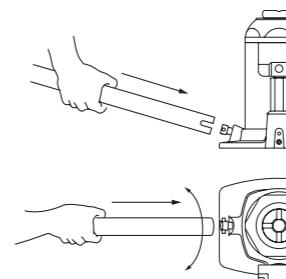

Fig.6
pomphendel bij de bediening van de ontlassingsschroef (Fig. 6). Draai totdat de ontlassingsschroef zijn aanslag bereikt. Haal de ontlassingsschroef niet met kracht aan, omdat dan de klepuiting kan beschadigen.
- Serrare la vite di scarico girandola in senso orario. Utilizzare l'estremità posteriore della leva della pompa in sede di regolazione della vite di scarico (Fig. 6). Serrare a battuta la vite di scarico. Non serrare eccessivamente la vite di scarico per non danneggiare la sede della valvola.